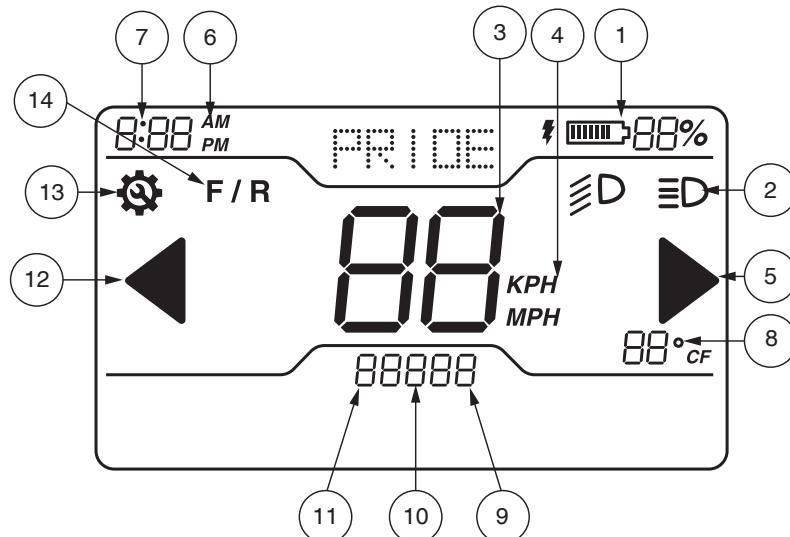

Figura 3. Pantalla LCD
**PARA INFORMACIÓN SOBRE LA PANTALLA LCD, VEA LA FIGURA 3.